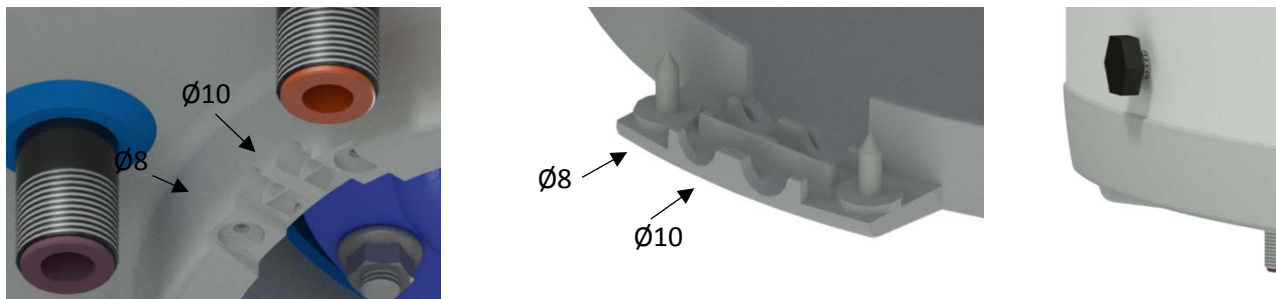
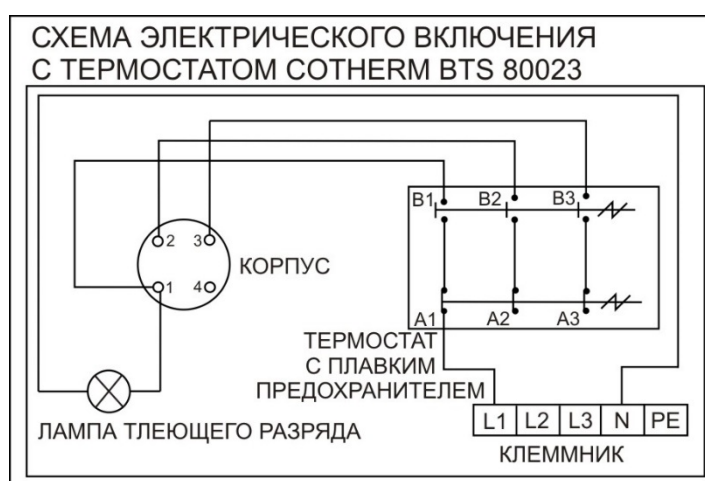

Рисунок 8
Рисунок 9
При значительном содержании в воде солей кальция рекомендуем установить дополнительно какое-либо устройство для удаления накипи или установите термостат на рабочую температуру максимум 60 °C (установка в положение «60») – Рисунок 8. Для надлежащей эксплуатации необходимо использовать питьевую воду соответствующего качества. Для предотвращения возможных осадений рекомендуем устанавливать дополнительный водный фильтр.
Подключение выполните согласно схеме. Подключение, выполненное на заводе, запрещено менять! (Рисунок 8). В крышке электропроводки снимите перегородку, соответствующую диаметру подводящего провода $\phi 8$ или $\phi 10$ (Рисунок 9). Степень защиты электрических компонентов водонагревателя - IP 44. Потребляемая мощность электрического нагревательного элемента 4000 Вт.
- Схема эл. подключения прилагается к водонагревателю на крышке электропроводки (Рисунок 9).